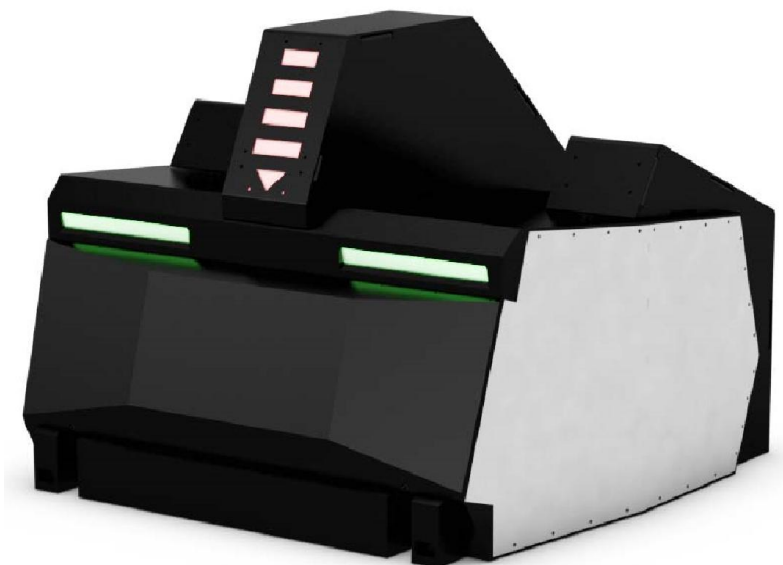

图 4-2 基地示意图
4.2.1 基地是 660mm×560mm×460mm 的不规则物体，如图 4-2，其内装有检测被攻击的传感器。基地被攻击后，活力值会下降（下降量在赛前公布）。一旦该值降至零，比赛即告结束。